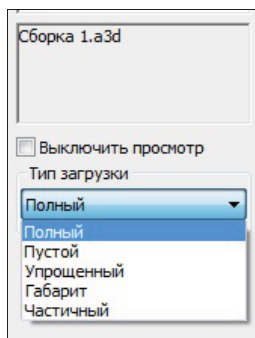

Рис. 25.31. Выбор типа загрузки в диалоговом окне
- ♦ указать перед открытием файла. Для этого в диалоговом окне **Выберите файлы для открытия** открыть список в окне **Тип загрузки** (рис. 25.31) и выбрать тип загрузки;